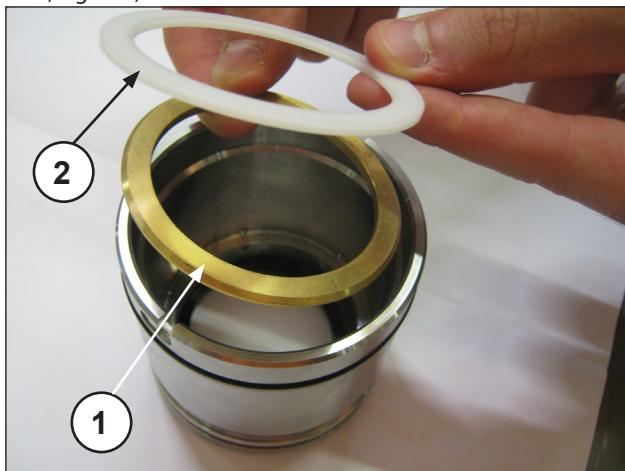

Fig. 166
Monte o anel de suporte e o anel anti-extrusão (pos. ①②, Fig. 166), as três fitas isolantes, prestando atenção para que os entalhes se encontrem a 120° um do outro (pos. ①, Fig. 167), o anel de raspagem das fitas isolantes e o anel para mola (pos. ①②, Fig. 168).